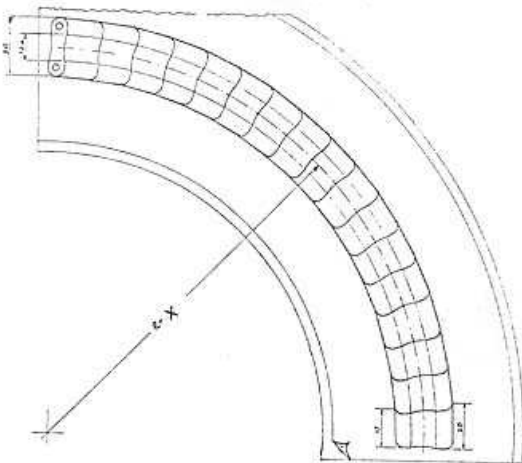

Fig. 10
**b - Passi d'uomo** provvisori per doppi fondi, trunks (condotti verticali) ed altro. Sono aperture di servizio che, una volta terminato il lavoro, devono essere chiuse definitivamente. I supporti DVC K7000.14/20/30/40 (fig. 10) ricoprono esattamente il profilo dell'apertura e consentono di saldare dall'esterno con tutte le garanzie richieste.